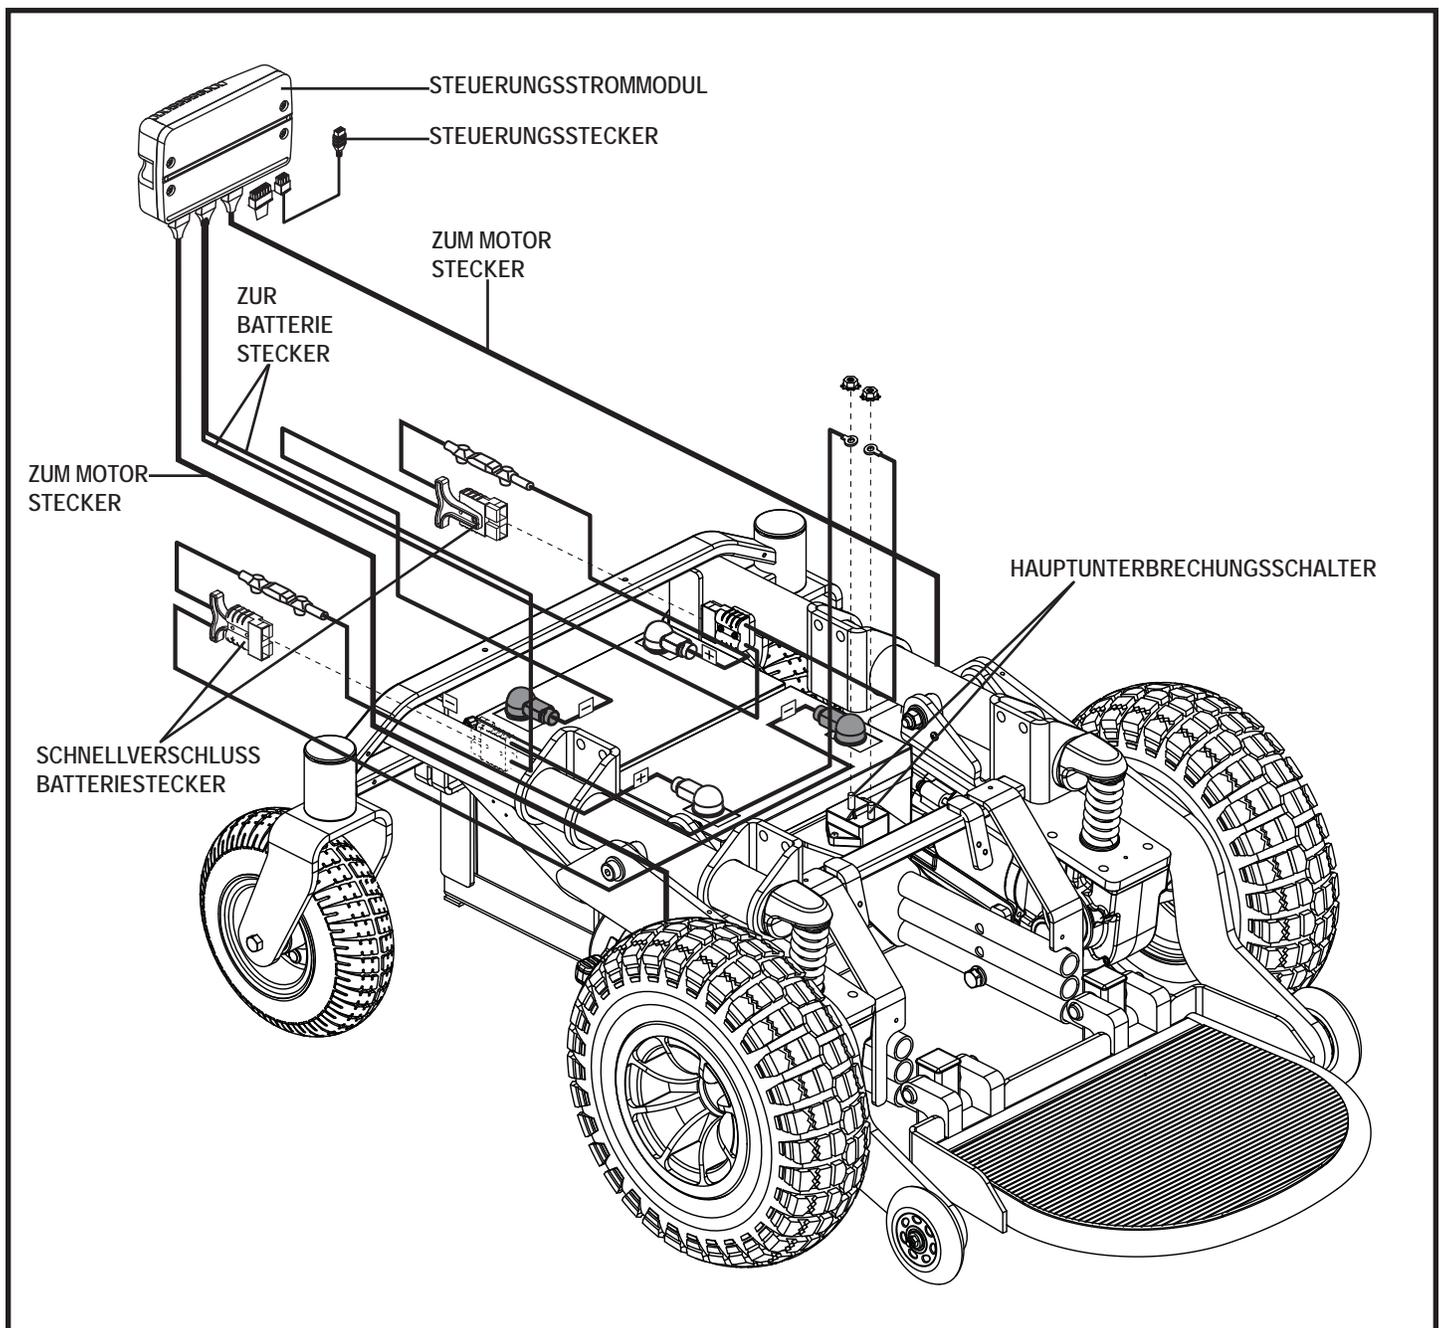

Abb. 3. R-MAX Elektrische Komponenten
**Siehe Abb. 3.**
5. Stecken Sie den Steuerungsstecker in die Rückseite des Netzteils. **Siehe Abb. 3.**
3. Den/die Steckverbinder der Steuereinheit von der Antriebsbasis trennen. **Siehe Abb. 3.**